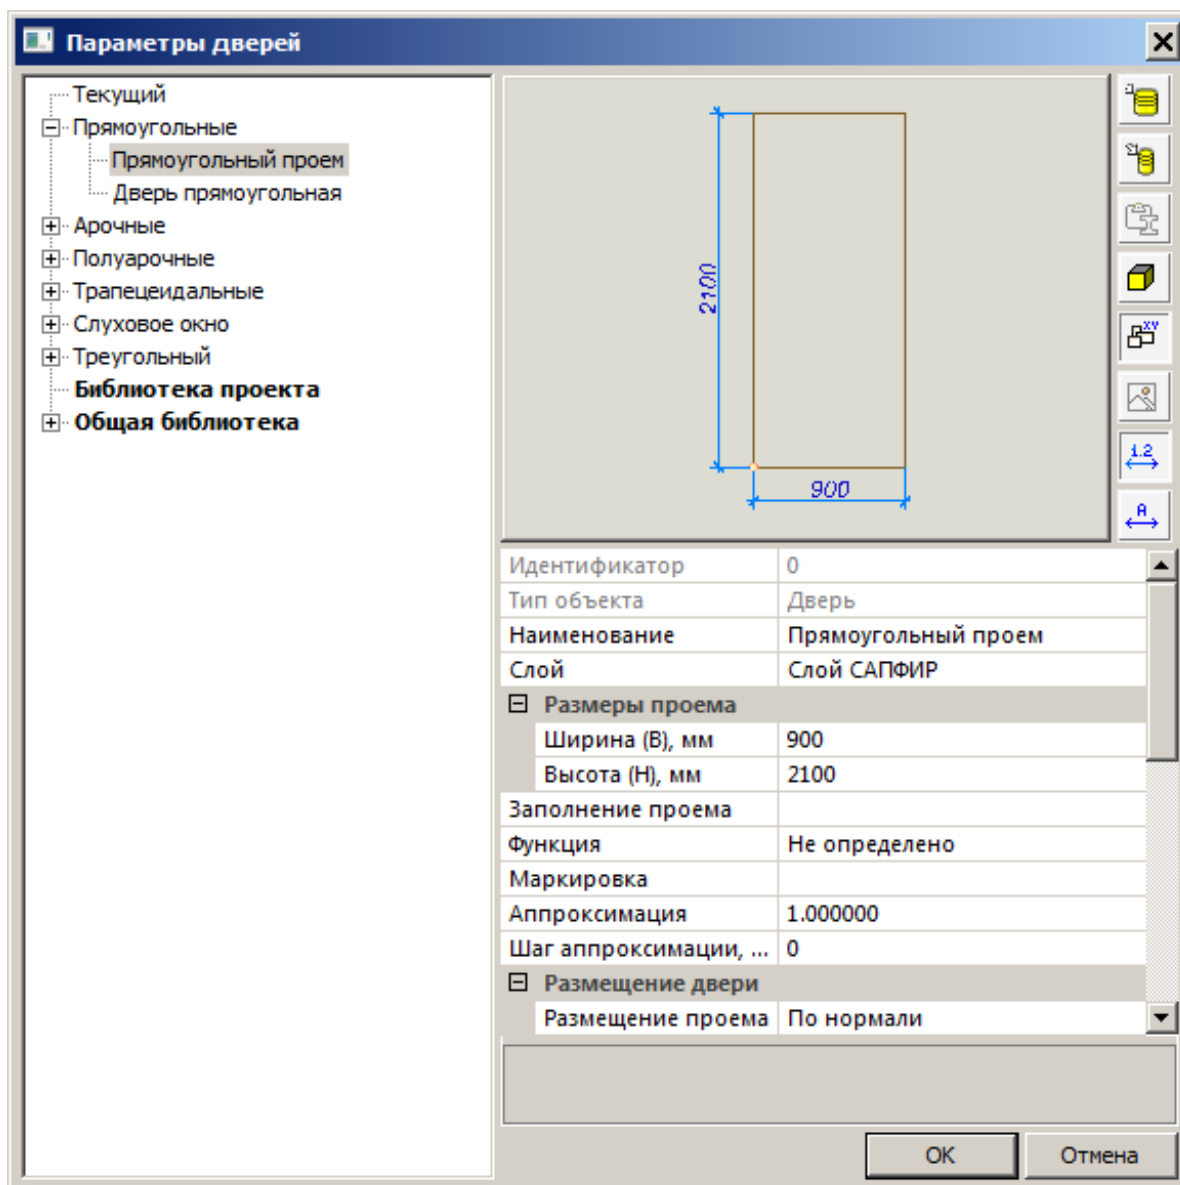

Рис.6.1. Диалоговое окно **Параметры дверей**
- В строке свойств инструмента Дверь щелчком по кнопке  вызовите диалоговое окно **Параметры дверей** (рис.6.1).